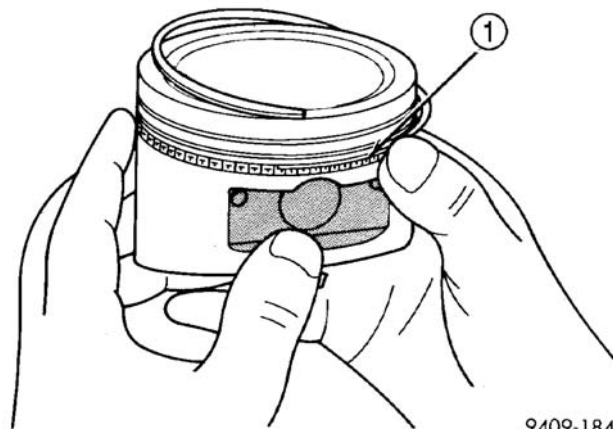

图 86 油环侧轨
(2) 安装侧轨末端，将一端置于活塞环凹槽及扩大器之间。稳稳握住末端，压下要安装的部位，直到侧轨进入定位。切勿使用活塞扩环器（图 86）。
(3) 先安装上侧轨，然后再安装下侧轨。